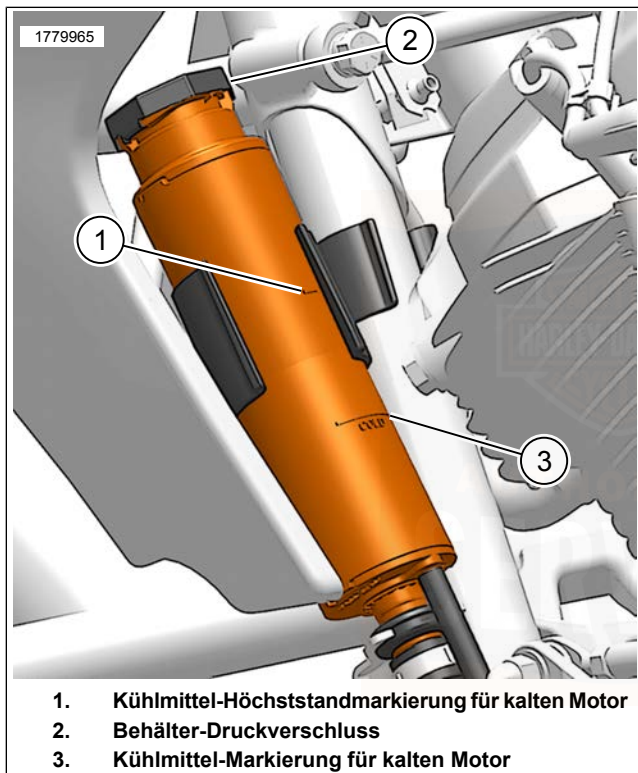

Abbildung 96. Kühlmittelstand
1. Siehe Abbildung 96. Prüfen, ob der Kühlmittelstand im Behälter zwischen der Kühlmittel-Höchststandmarkierung (1) und der Kühlmittel-Markierung für kalten Motor (3) liegt.
3. Siehe Abbildung 96. Den Druckverschluss (2) des Behälters entfernen.